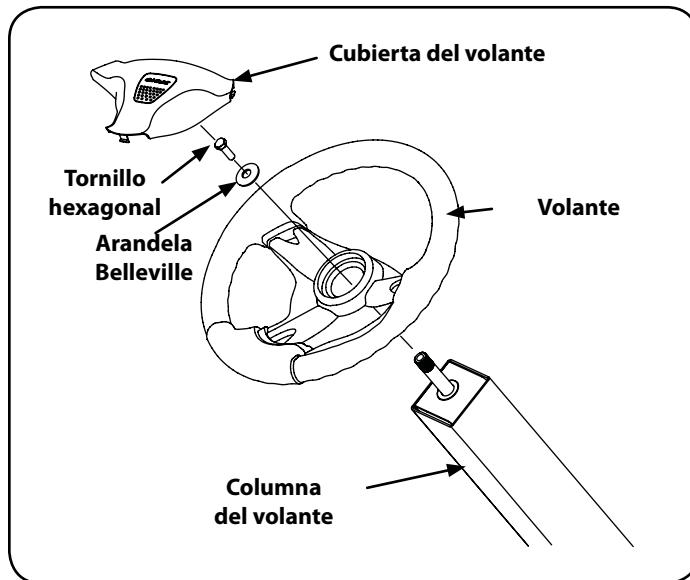

Figura 3
3. Coloque la arandela plana y la arandela belleville por encima del volante y ajústelas con el tornillo hexagonal. Vea la Figura 3.